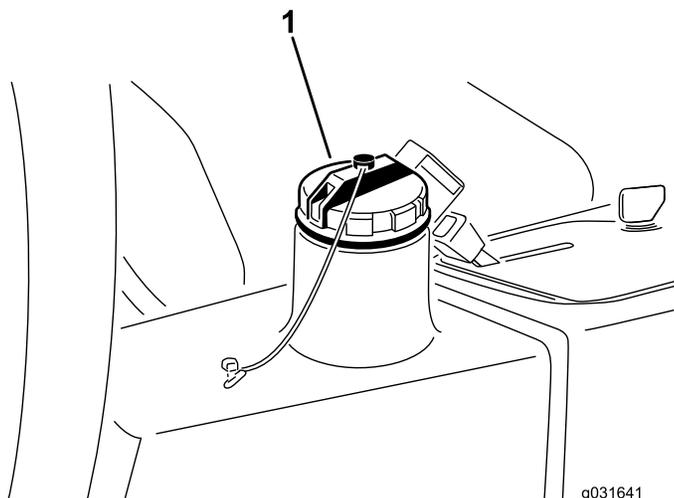

Figura 65
4. Encha o reservatório (Figura 65) com aproximadamente 13,2 litros de fluido hidráulico; consulte Verificar o sistema hidráulico \(página 54\).